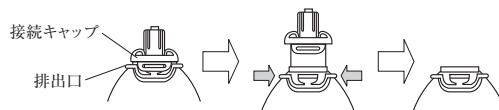

図3
15. 胸水が貯留した際は、速やかに排出口の両側をつまみ接続キャップを取り外し胸水の排出を行う。(図3)